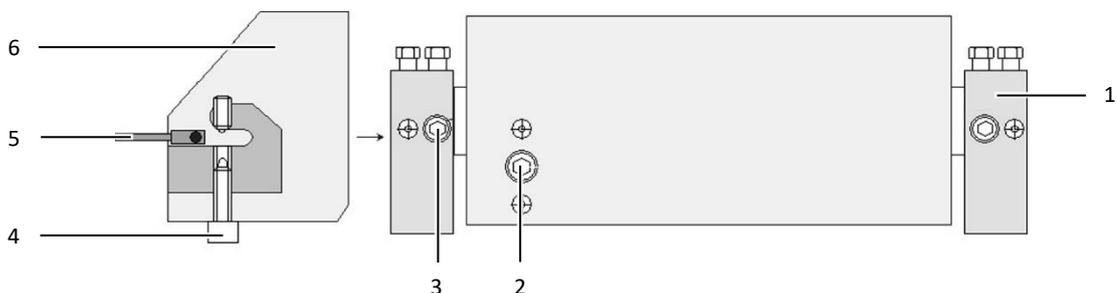
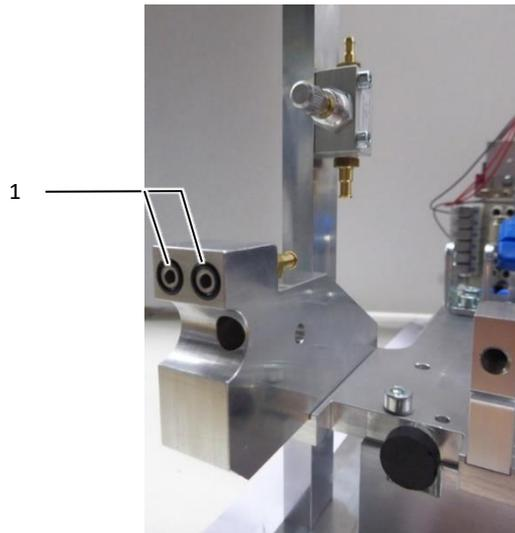

Fig. 11: Unità utensile in posizione iniziale
Fig. 12: O-ringe nella flangia di fissaggio
- Unità utensile (fig. 11, pos. 6) in posizione iniziale.
- Svitare la vite di fissaggio (fig. 11, pos. 2) di circa 5 giri.
- Allentare le viti di fissaggio (fig. 11, pos. 3) e rimuovere l'unità utensili.
- Controllare la posizione dei quattro o-ring (fig. 12, pos. 1) sulla flangia di fissaggio (fig. 11, pos. 1).